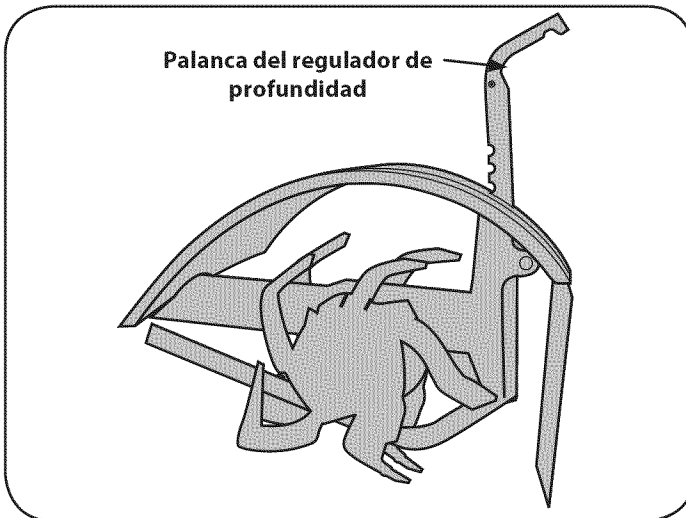

Figura 6
1. Con la cultivadora a nivel del suelo, jale la palanca del regulador de profundidad hacia atrás y luego completamente hacia arriba hasta enganchar la ranura más baja de la palanca. Vea la Figura 6.